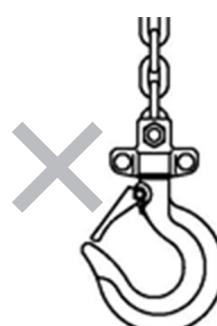

図 5
- フックの外れ止めが飛び出た場合は、負荷を超えていたため直ちに操作を停止してください（図 5）。